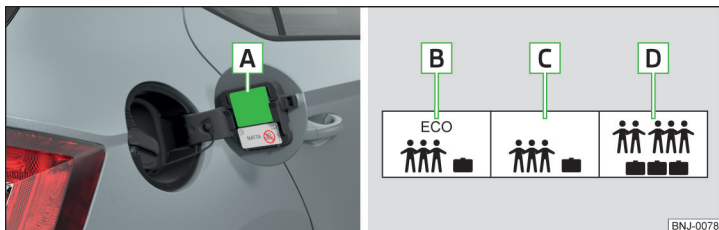

Fig. 152 Etichetă cu un tabel cu mărimile anvelopelor și cu valorile de presiune din anvelope / umflarea anvelopelor
Valorile prescrise ale presiunii din anvelope sunt trecute pe eticheta cu pictogramele **A** » fig. 152.
**Eticheta cu valorile prescrise de presiune din anvelope » fig. 152**